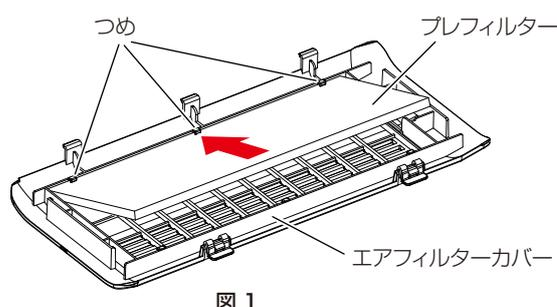
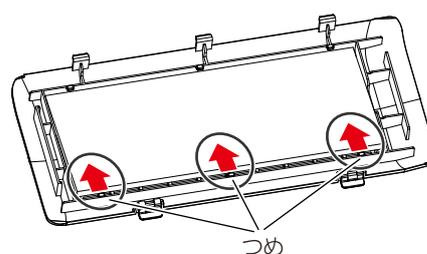

図 1
図 2
- エアフィルターカバーの片側のつめ（3 か所）にプレフィルターをはめ込み（図 1）、反対側を矢印の方向に 1 か所ずつゆっくり押し込んでください（図 2）。押し込む際には、プレフィルターのつめへの取り付け部分に破損や変形が発生しないようご注意ください。